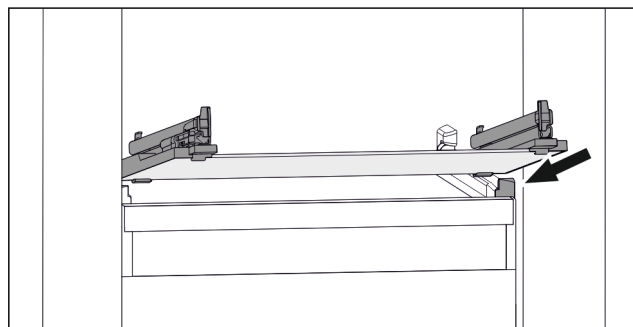

Fig. 142 玻璃隔板例图
- ▶ 将玻璃隔板斜放在止动器后面。(参见 Fig. 142)